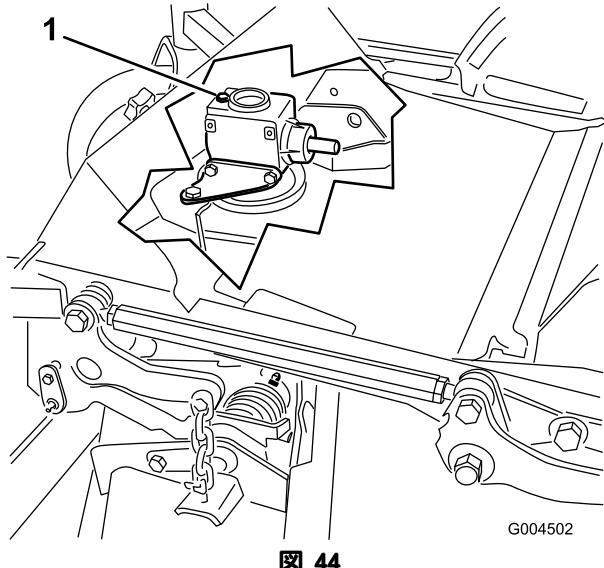

図 44
6. ギア・ボックスの上部についているディップスティック兼給油プラグ(図 44)を取り、オイルの量が、ディップスティックについている2本のマークの間にあることを確認する。